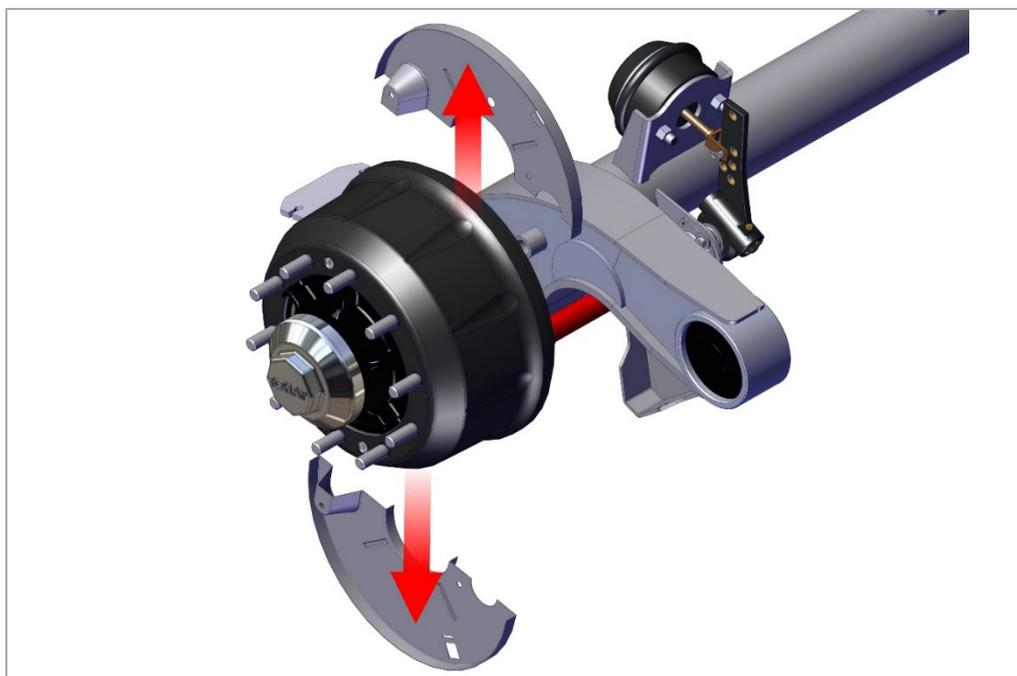

Рис. 16. Снятие грязезащитных щитков
1) Снимите грязезащитные щитки тормозного барабана, как показано на рис. 16.